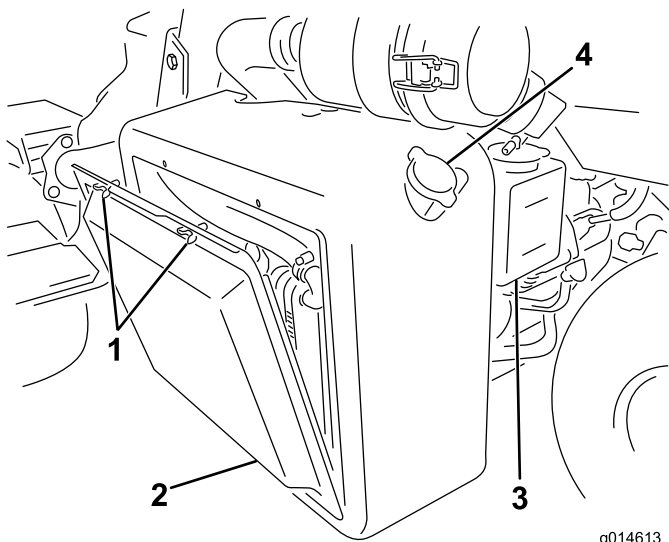
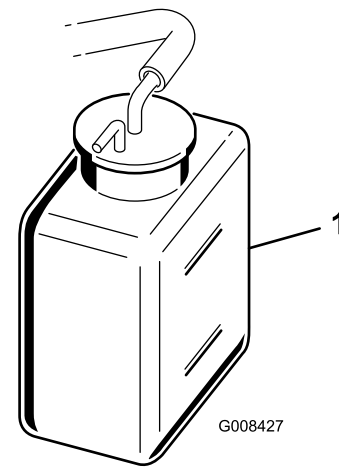

Bild 38
Bild 39
1. Entfernen Sie das Gitter (Bild 38).
- Prüfen Sie den Kühlmittelstand (Bild 38 und Bild 39).